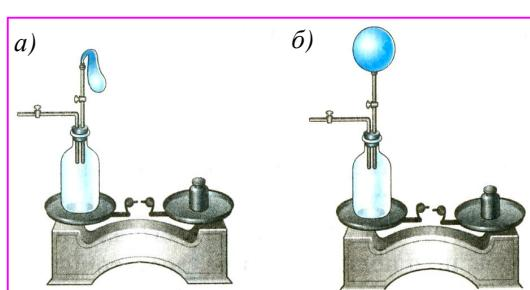

Рис. 94.3. а) в бутылке сжатый воздух; б) воздух из бутылки наполнил шарик, равновесие весов нарушилось. Почему?
1. На весах уравновешена бутылка, внутри которой находится сжатый воздух. Через пробку бутылки пропущена стеклянная трубка с краном, к наружному концу которой привязана оболочка резинового шара (*рис. 94.3, а*). Если часть воздуха из бутылки перейдет в
оболочку и раздует ее (*рис. 94.3, б*), то равновесие весов нарушится. Объясните наблюдаемое явление.